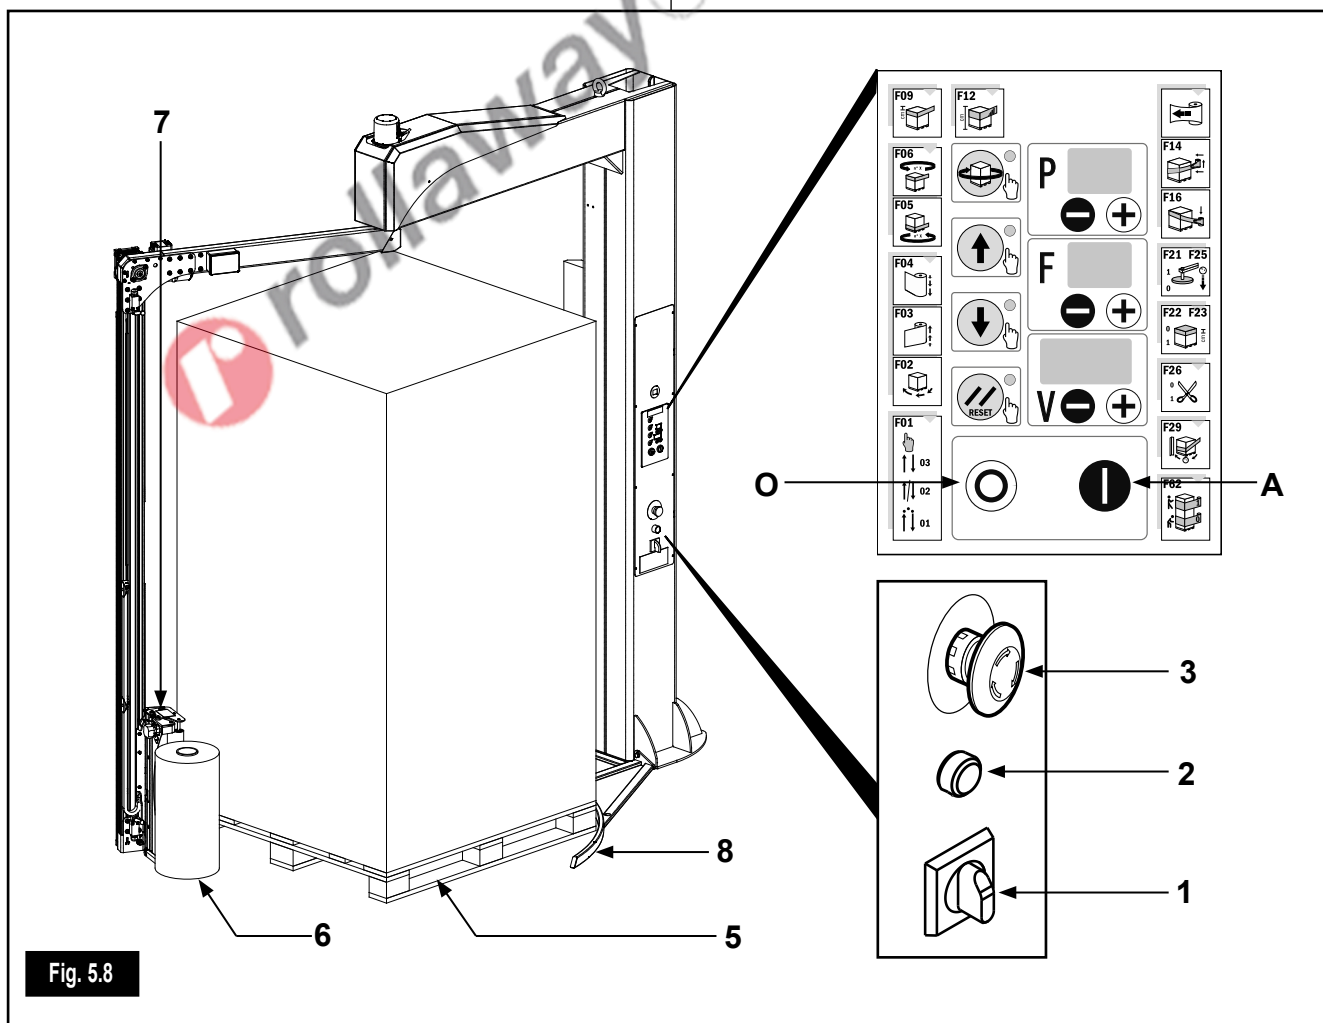

Fig. 5.8
- a) Posizionare correttamente il pallet nella postazione di avvolgimento (5) appoggiandolo alle battute meccaniche (8) (vedi Fig.5.8);
- b) verificare la presenza della bobina (6) nell'apposito albero portabobina e controllare il corretto percorso del film, secondo lo schema indicato sulla targhetta (7), per la configurazione del carrello in uso;
- c) accendere la macchina ruotando l'interruttore generale (1) in posizione I-'ON' e premere il pulsante di ripristino (2) per abilitare la macchina.
- e) premere il pulsante START (A);
L'arresto ciclo della macchina viene comandato agendo sul pulsante STOP (O) (Fig.5.8) del pannello di controllo.
- a) Placer correctement la palette sur la table tournante (5) en l'appuyant sur les butées mécaniques (8) (Fig. 5.8);
- b) s'assurer que la bobine (6) est bien sur l'arbre porte-bobines correspondant et vérifier le parcours convenable du film en s'aidant du schéma indiqué (cf. plaque (7));
- c) allumer le tableau en agissant sur l'interrupteur général (1) et enfoncer le bouton-poussoir de réarmement (2) pour activer la machine;
- e) appuyer le bouton poussoir START (A);
Pour arrêter le cycle de la machine, enclencher le bouton-poussoir STOP (O) (Fig.5.8) ménagé sur le terminal opérateur.